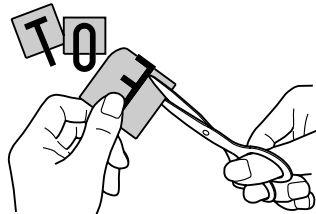

図4-2
- ② 文字に合わせて裏紙をハサミで5分の1程度に切ってください。(図4-2参照)